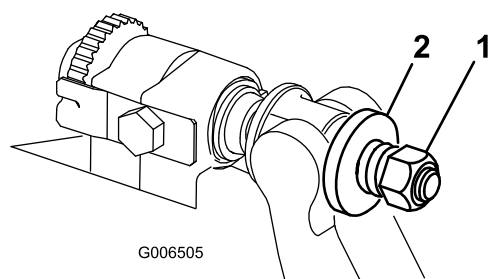

Figura 30
4. Apriete la tuerca de tensado del muelle hasta que el muelle esté comprimido del todo, luego aflójela 1/2 vuelta (Figura 30).